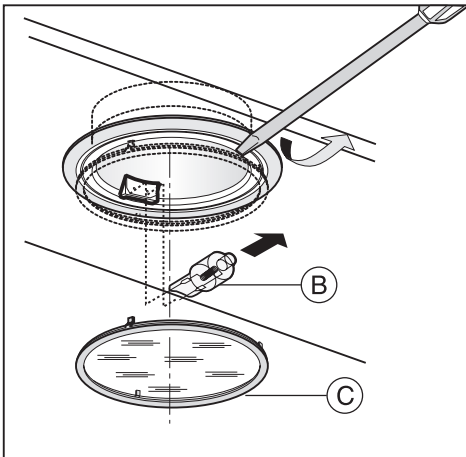

Fig.20
• Sostituzione delle lampade alogene (Fig.20):